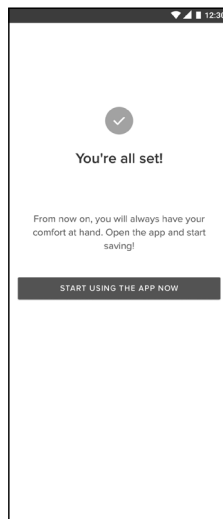

FIG. 9
- Elegir un nombre para la instalación, ¡y listo! (FIG.9)